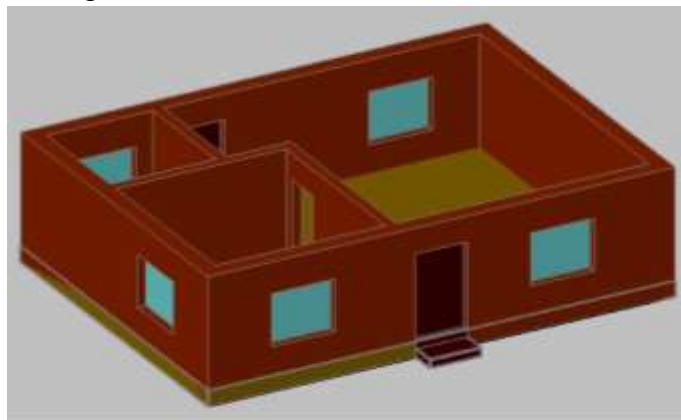

Рис. 23
7. В слое 3D двери делаем двери с помощью команды Ящик. Толщина двери 100 мм (Рис. 23).